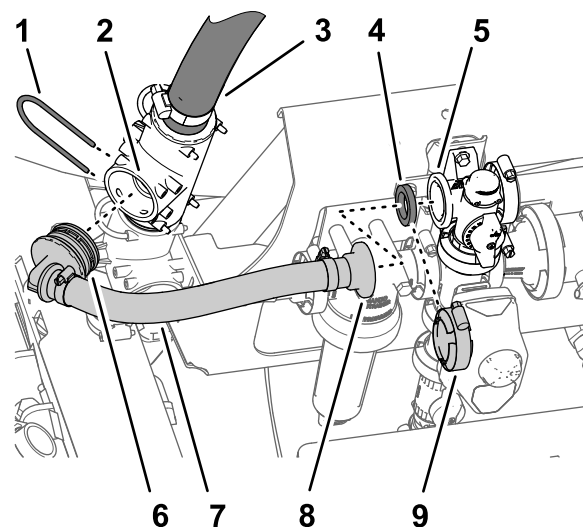

Figure 9
- Fixez le raccord à 90° cannelé au raccord en T à l'aide de l'étrier (Figure 9) que vous avez retiré à l'opération 2 de Débranchement des flexibles (page 4).
- Alignez le raccord droit à bride du nouveau flexible de dérivation d'agitation et son joint sur la bride de la vanne de dérivation (Figure 9).
- Fixez le raccord droit à bride et le joint sur la vanne de dérivation à l'aide du collier bride (Figure 9) que vous avez retiré à l'opération 2 de Débranchement des flexibles (page 4).
- Alignez le raccord à 90° cannelé du flexible de dérivation d'agitation et l'orifice ouvert dans le raccord en T supérieur, et insérez le raccord à 90° jusqu'à ce qu'il soit parfaitement engagé dans le raccord en T (Figure 9).